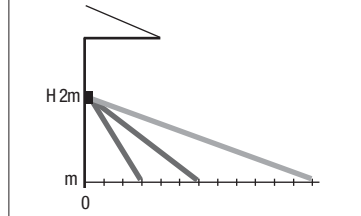

Fig. 5
- Pour obtenir une meilleure sensibilité on approche perpendiculairement les champs de relèvement (Fig. 5) au propre axe. Si le champ de relèvement s'est rapproché au propre axe parallèlement (Fig. 6) le détecteur, en quelques cas, peut retarder la réponse.
- Die beste Empfindlichkeit wird erreicht, wenn man den Erfassungsbereich senkrecht zu seiner Achse (Abb. 5) annähert. Wird der Erfassungsbereich parallel zu seiner Achse angenähert (Abb. 6), kann der Melder in einigen Fällen die Reaktion verzögern.